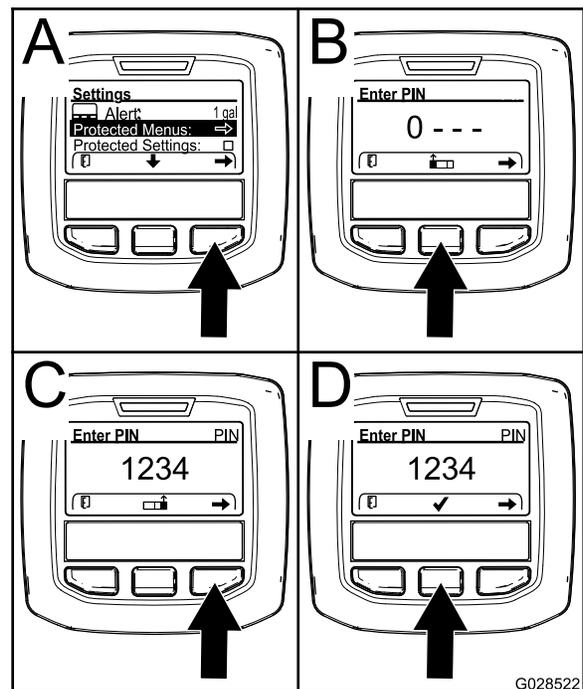

Figure 11
2. Appuyez sur le bouton de sélection droit pour sélectionner les menus protégés (A de Figure 11).
- Appuyez sur le bouton de sélection central (B de Figure 11) pour augmenter la valeur numérique (0 à 9).
- Appuyez sur le bouton de sélection droit (C de Figure 11) pour amener le curseur à la valeur numérique suivante à droite.
Remarque: Une coche s'affiche alors au-dessus du bouton de sélection central (D de Figure 11).
5. Appuyez sur le bouton de sélection central (D de Figure 11) pour saisir le mot de passe.